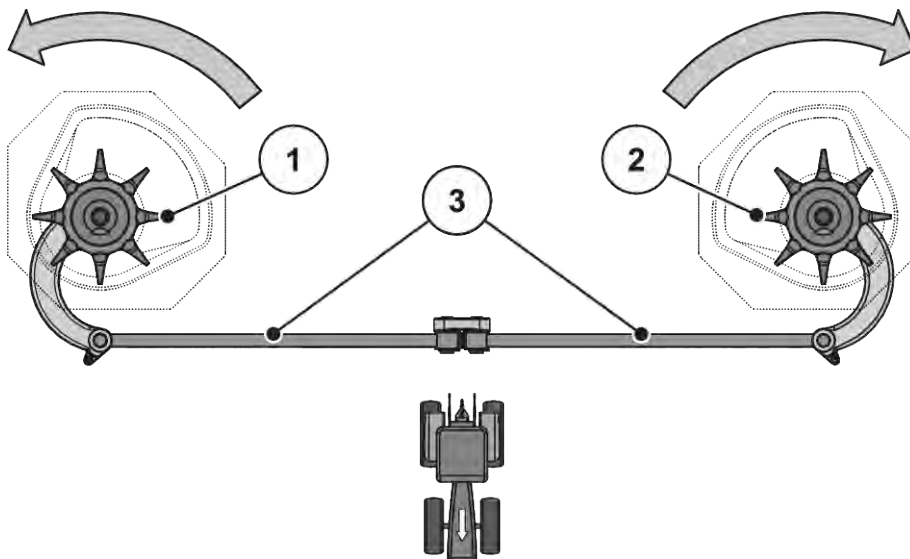

Рис. 53: Проверка привода мешалки
► Поверните рукой головку мешалки **в направлении вращения разбрасывающего диска**. См. Рис. 53 Проверка привода мешалки.
► Поверните головку мешалки с усилием рукой или с помощью ленточного ключа для масляного фильтра **против направления вращения разбрасывающего диска**. См. Рис. 53 Проверка привода мешалки